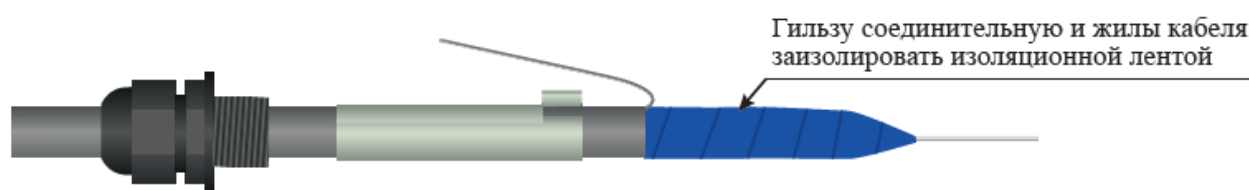

Рисунок 4.12
– гильзу соединительную и жилы кабеля ТППЭп заизолировать изоляционной лентой (рисунок 4.12);